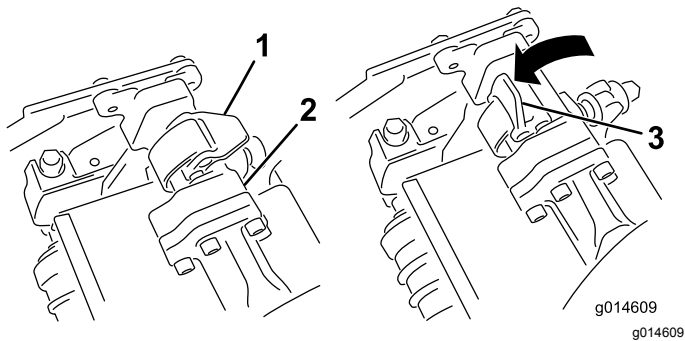
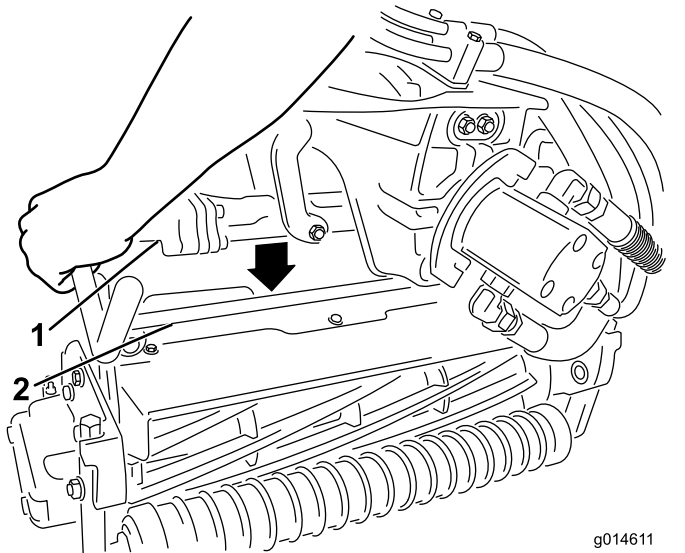

図 36
図 37
4. サスペンションアームのバーについているラッチを上向き開いた状態にして 図 36、サスペンションアームを押し下げて、バーを、カuttingユニットのバーの上に被せるようにする 図 37。
5. ラッチを下げて閉じるとカuttingユニットのバーがロックされてユニットがアームにセットされる図 36。
5. 取り外したいCuttingユニットのサスペンションアームのバーについているラッチを開く(図 36)。